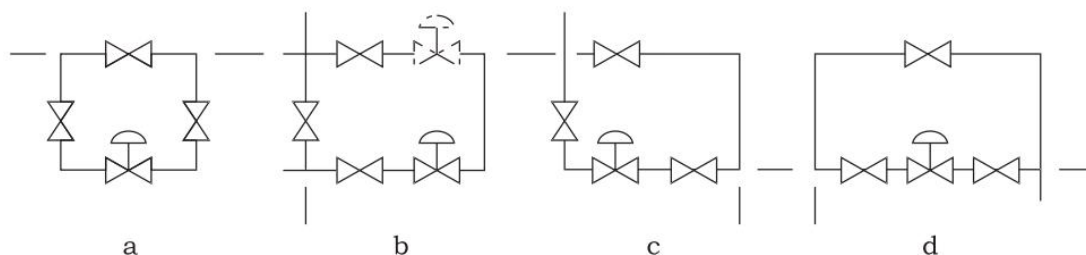

Рис.7 Варианты размещения регуливающего клапана
- Как правило, в технологическом трубопроводе регулирующий клапан обвязывается запорными клапанами с обеих сторон с возможностью перепуска через байпасную линию. На рисунке (Рис.7) ниже рекомендованы варианты размещения регулирующих клапанов